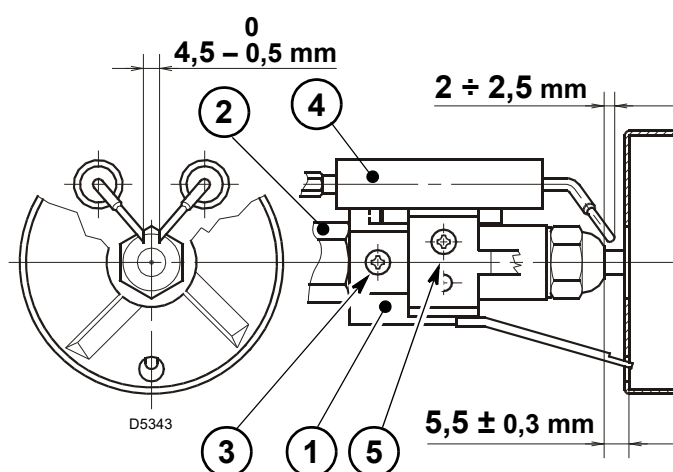

Fig. 10
Respetar las medidas de la Fig. 10.
- apoyar el conjunto soporte estabilizador 1) (Fig. 10) en el porta-boquilla 2) (Fig. 10) y bloquear con el tornillo 3) (Fig. 10).
Para posibles ajustes del grupo electrodos 4) aflojar el tornillo 5) (Fig. 10).
- Extraer los cables 4) de los electrodos, aflojar el tornillo 3) (Fig. 10) y extraer el conjunto soporte del disco estabilizador 5) del conjunto portaboquilla 7).